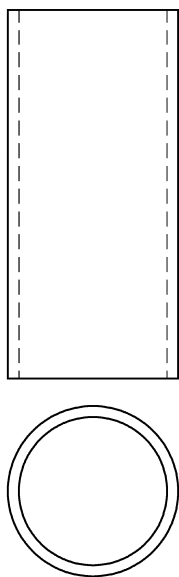
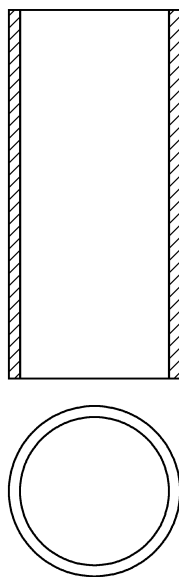

图 6-19 已有图形
图 6-20 剖视图
2. 将如图 6-19 所示的图形修改成剖视图，结果如图 6-20 所示。